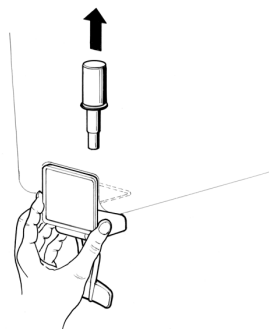

figura 5
**6 Rubinetto a gravità:** sfilare il pistone e quindi smontare la leva comando rubinetto (vedere figura 5).